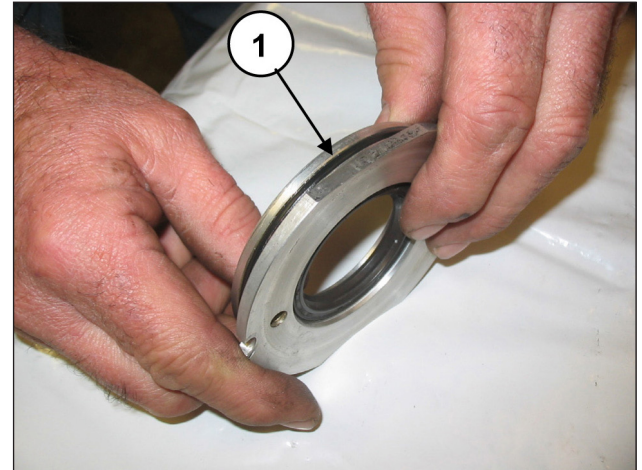
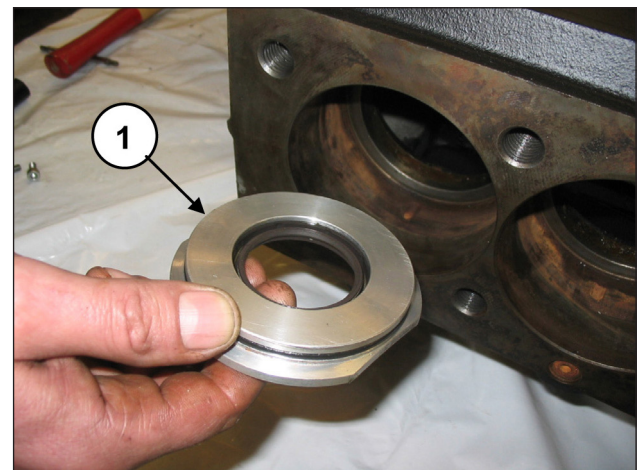

Abb. 170
Abb. 171
Setzen Sie den O-Ring (Pos. ①, Abb. 170) in die Aufnahme des Ölabbreifer-Deckels ein und bringen Sie die montierte Gruppe in den Gehäusesitz an (Pos. ①, Abb. 171).